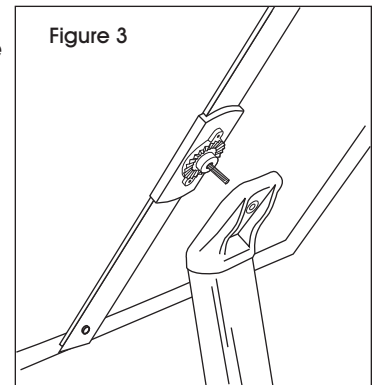

Figure 3
3. Insert sign frame through the hole located at the top of the curved pole. (See Figure 3)
3. Insérez le cadre d'enseigne à travers le trou situé sur la partie supérieure du poteau courbé. (Voir Figure 3)